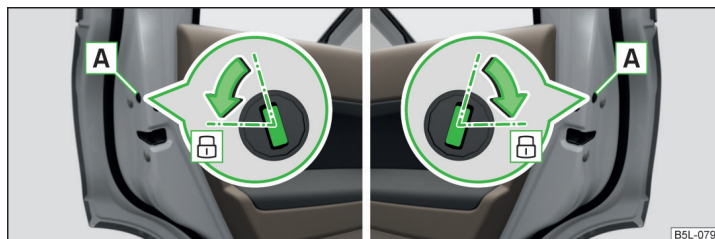

Fig. 186 Bloqueo de emergencia: Puerta atrás a la izquierda/derecha
- Abrir la puerta trasera correspondiente y eliminar el tapacubos **A** » fig. 186.